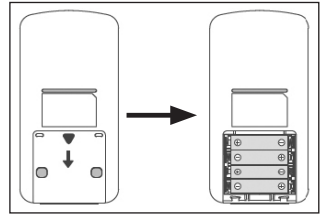

Abb. 1
- Öffnen Sie die Batterieabdeckung auf der Geräteunterseite (siehe Abb. 1). Setzen Sie die Batterien (siehe Kapitel 14 Technische Daten) ein. Achten Sie dabei auf die richtige Polarität („+“ und „-“) beim Einlegen. Schließen Sie den Batteriedeckel wieder. Stellen Sie nun, wie nachfolgend beschrieben, Datum und Uhrzeit ein.